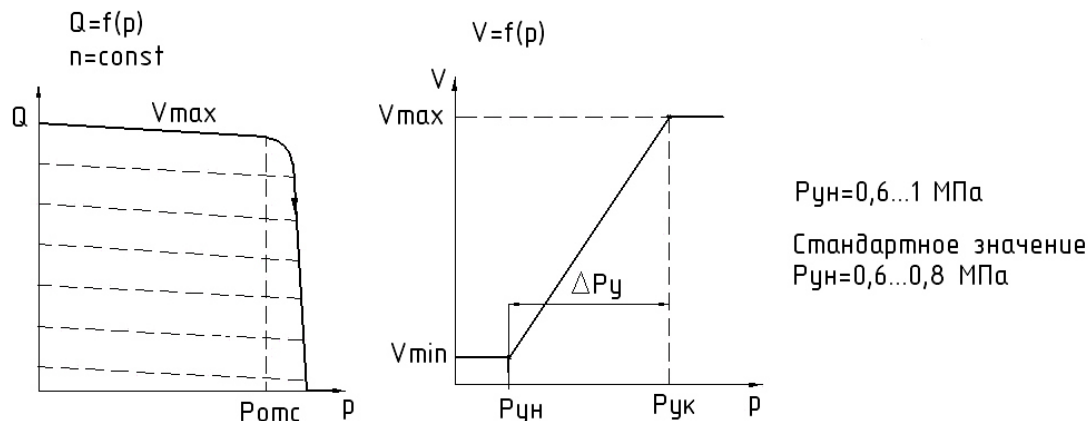

Рис. 6 – Графики зависимости изменения подачи Q и рабочего объема V от изменения давления p .
- обеспечения автоматического вывода насоса на минимальный объем V_{min} , при заданном давлении отсечки $P_{отс}$ в гидросистеме (см. рис. 6).